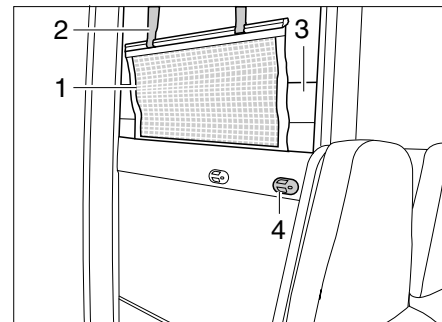

Bild 98 Etagenbett (Seite)
- Matratze (Bild 98,3) von oberem Bett nehmen und auf unteres Bett legen.
- Die Aufstiegsleiter mit den Holmen in die Halterung (Bild 98,4) an der Blende einhängen.
Das Sicherungsnetz (Bild 98,1) ist serienmäßig zwischen Matratze und Lattenrost verstaut. Das Sicherungsnetz erst aufspannen, wenn sich die Personen bereits im Bett befinden.
- Die Haltebänder (Bild 98,2) in die Halterungen an der Decke einrasten.